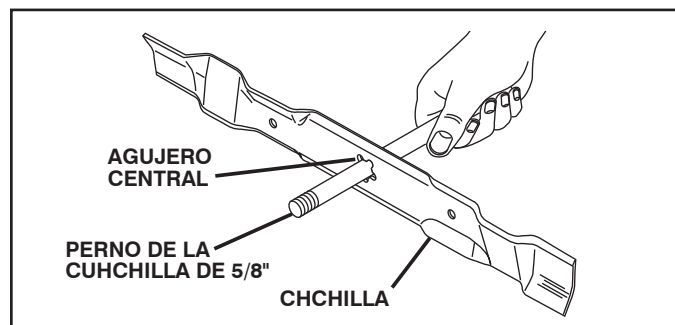

FIG. 14
**PARA AFILAR LA CUCHILLA (Vea Fig. 14):**